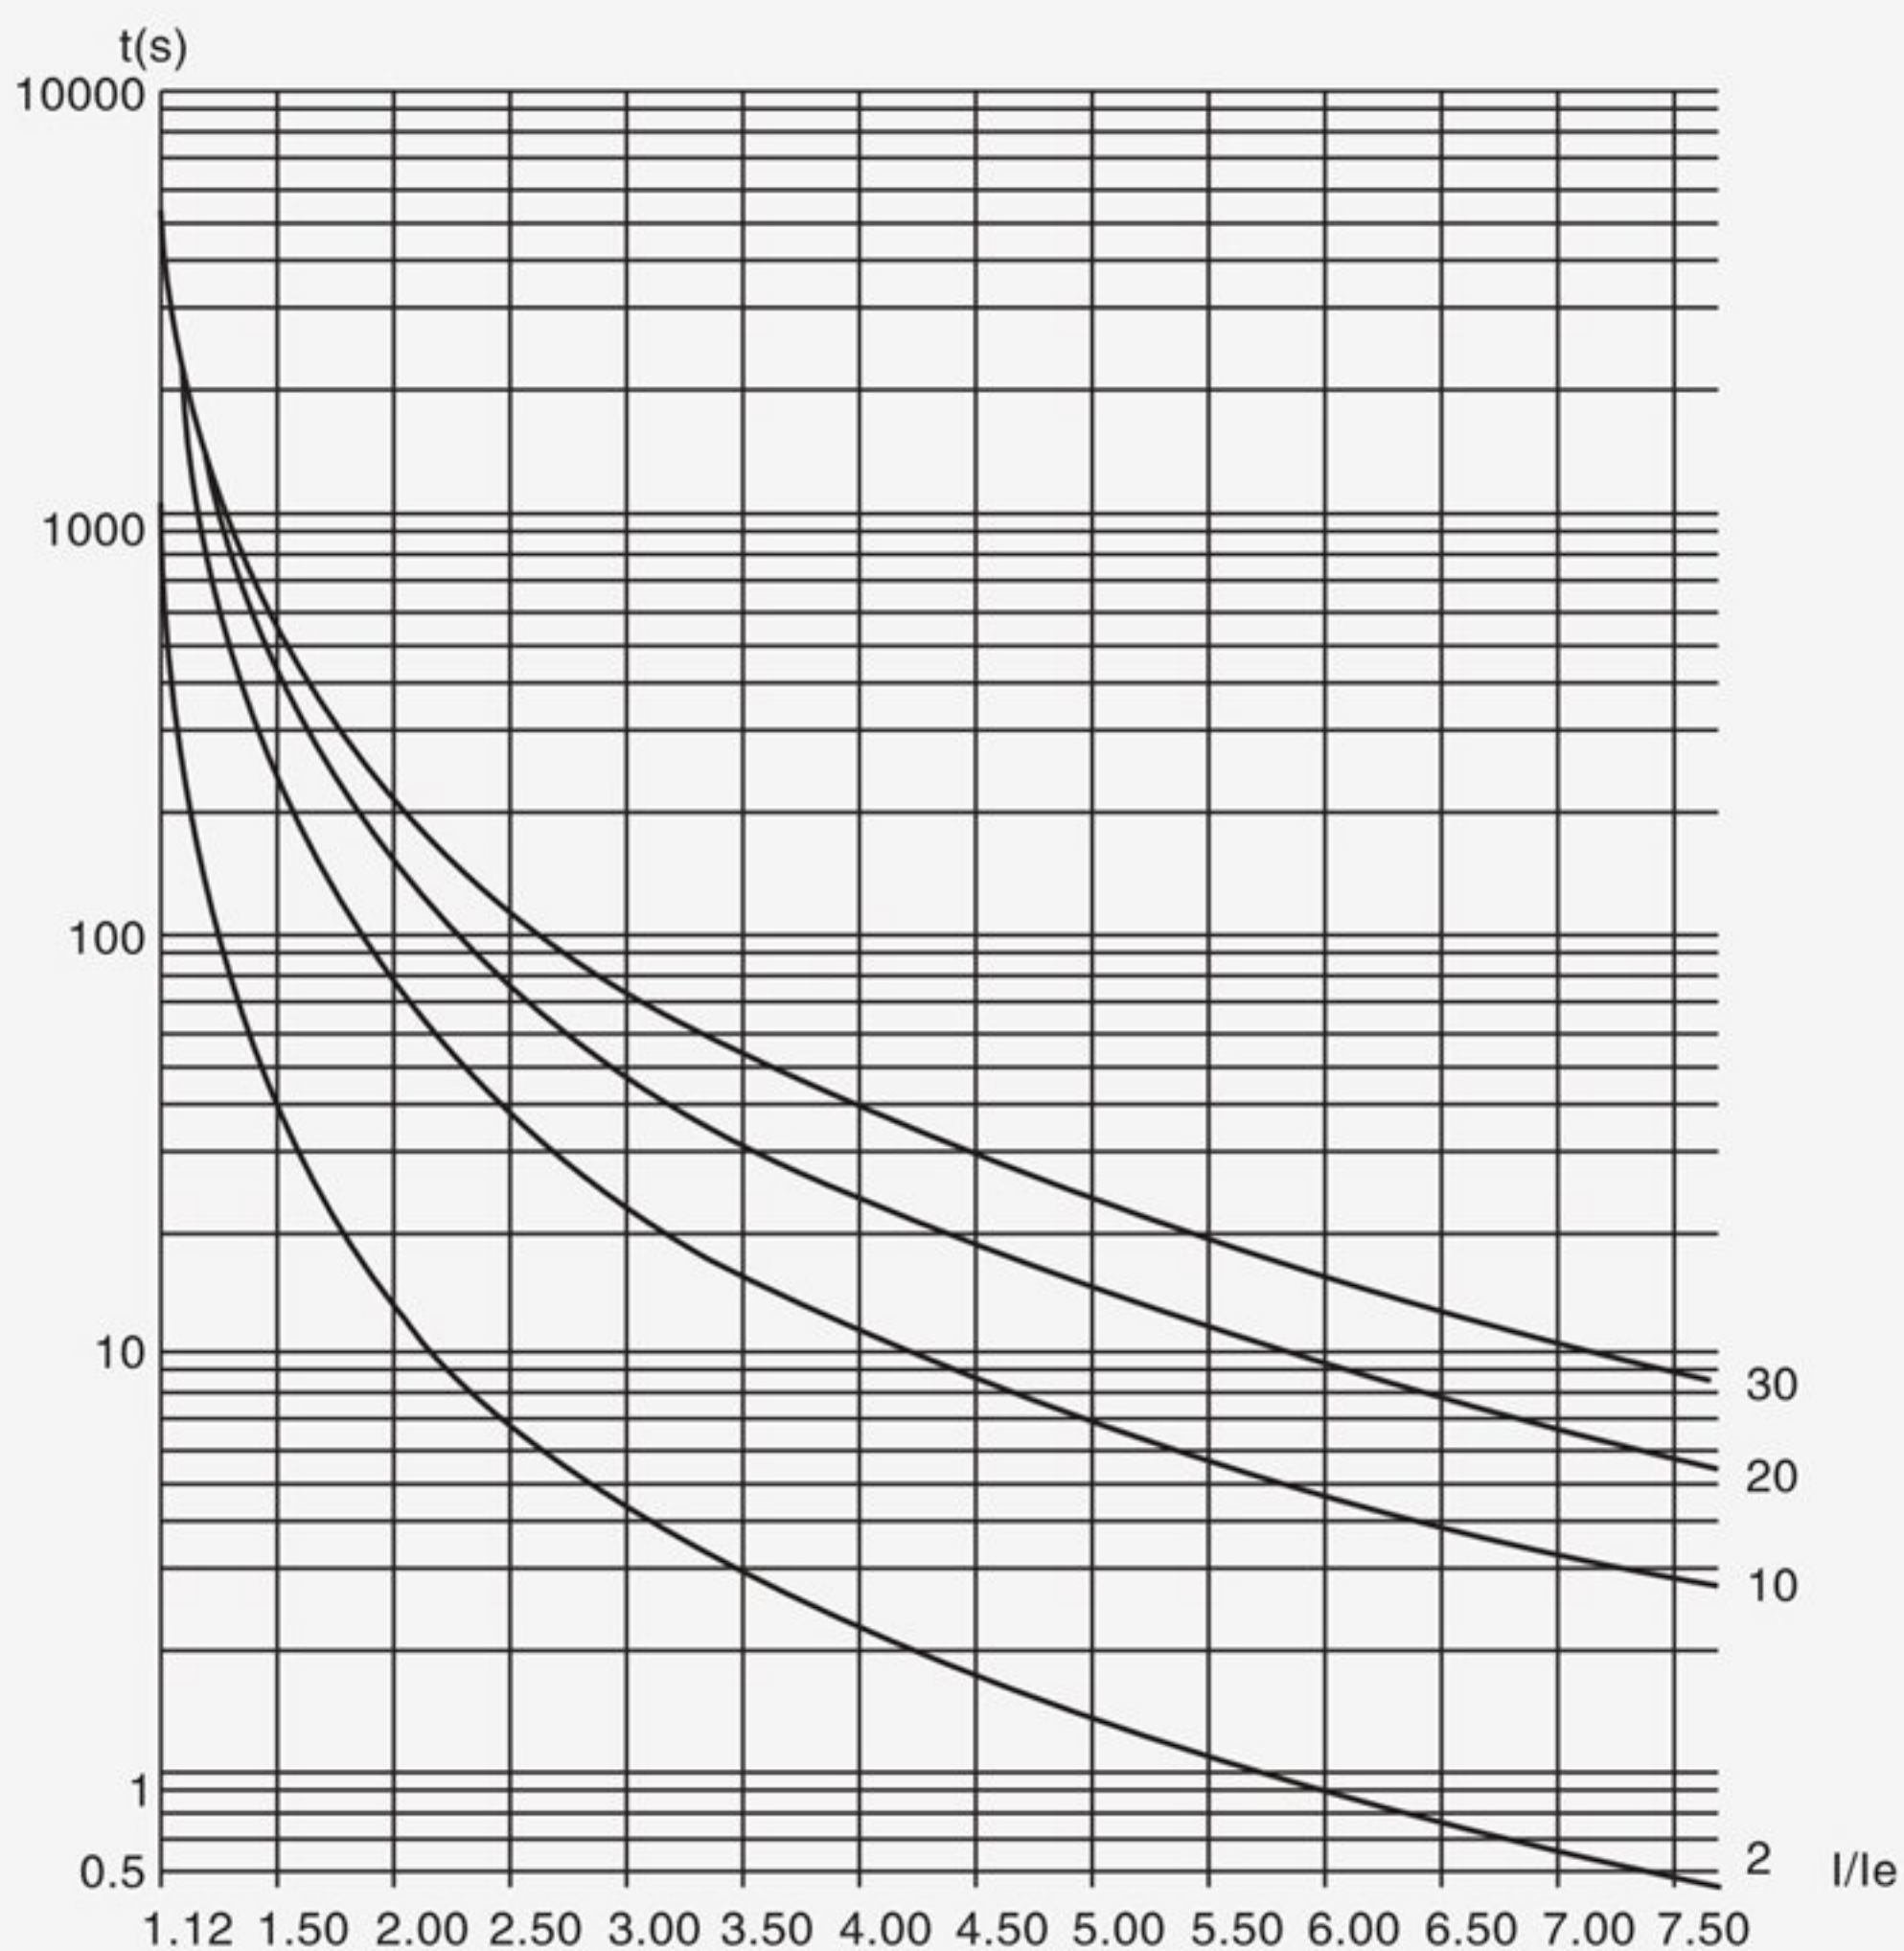

图7.7
- 轻载、标准、重载三个保护级别具备完全的保护功能，区别在于电机过载保护时间曲线不同。其电机热保护时间参数见下表和图7.7。